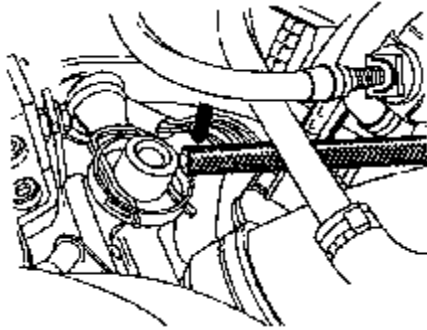

图 5-8 拔下燃油压力调节器真空软管
(2) 起动发动机使之怠速运行，测量油压，其规定值约为 $3.5 \times 10^2 \text{kPa}$ 。
(3) 拔下图 5-8 箭头所指的燃油压力调节器的真空软管，燃油压力必须均升高到约 $4.0 \times 10^2 \text{kPa}$ ，重新插接上真空软管，关闭点火开关，观察压力表指示压力的降低，10min 之后，保持压力不应低于 $2.5 \times 10^2 \text{kPa}$ 。
(1) 拉下（图 5-8）箭头所指的油压调节器的真空软管，从喷油器及霍尔传感器上拔下电线插头，从进气歧管上拧下燃油分配管的坚固螺钉，连同喷油器一起从进气歧管上拔下。
②从燃油压力调节器上拔下真空软管(图 5-8 箭头所示), 从喷油器和霍尔传感器上拔下电线插头, 从进气歧管上拧下燃油分配管的紧固螺钉, 把燃油喷油器连同燃油分配管一起从进气歧管上拔下。
③拉出喷油器与燃油分配管连接处的开口夹, 从燃油分配管上拆下喷油器。
(2) 喷油器的安装
①安装喷油器时注意更换 O 形密封圈(在更换喷油器的前 O 形密封圈时, 不能拆下喷油器头部的塑料盖, O 形密封圈应从塑料盖上拉下)。
②确保开口夹已安装好。
③用干净的发动机机油润滑 O 形密封圈, 把喷油器插入到燃油分配管的座口内, 插到底并用开口夹子卡住。
④把带喷油器卡箍固定的燃油分配管装到进气歧管上, 慢慢地压入喷油器, 保证安装位置正确。插入紧固螺钉, 把燃油分配管轻压向进气歧管并紧固螺钉。